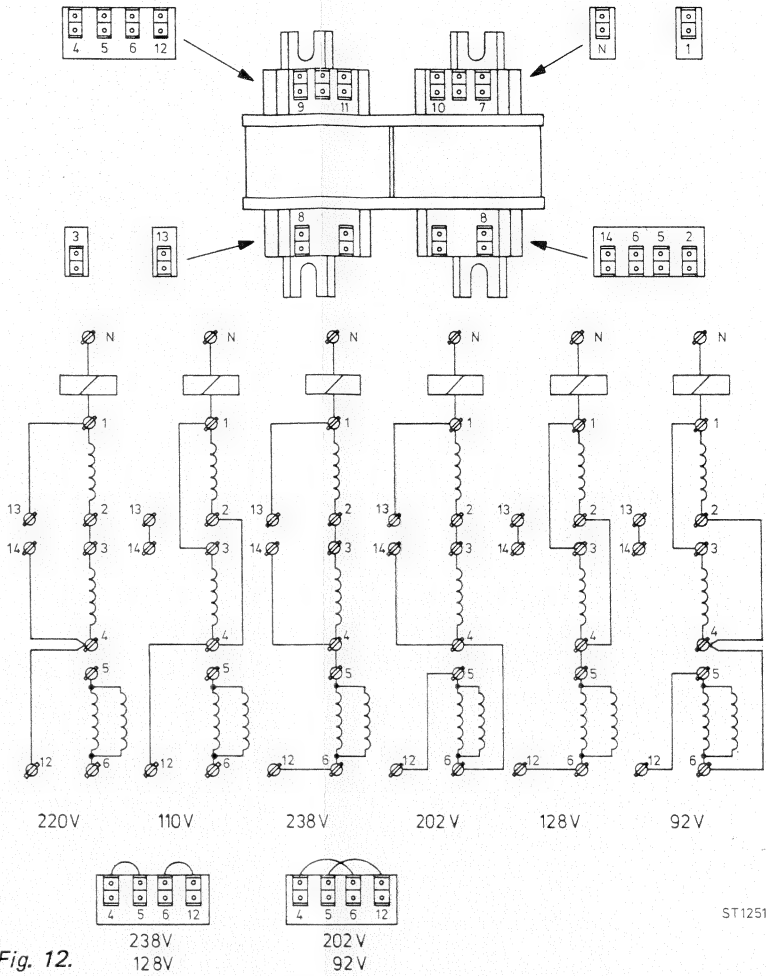

Fig. 12.
L'appareil peut être adapté à d'autres tensions secteur par modification du câblage du transformateur secteur (Fig. 12, page 48).
- Modifier le câblage des connexions 4, 5, 6 et 14 conformément à la figure 12, page 48